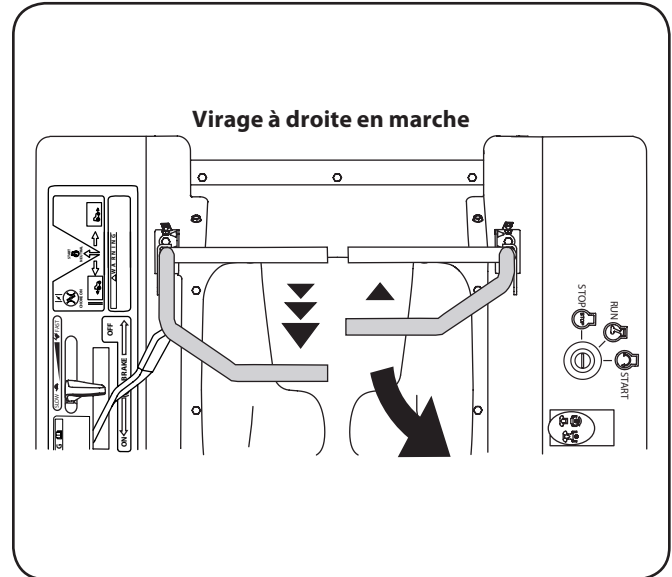

Figure 5-7
2. Pour tourner à droite en marche arrière, poussez le levier droit en avant du levier gauche. Voir la Figure 5-7.